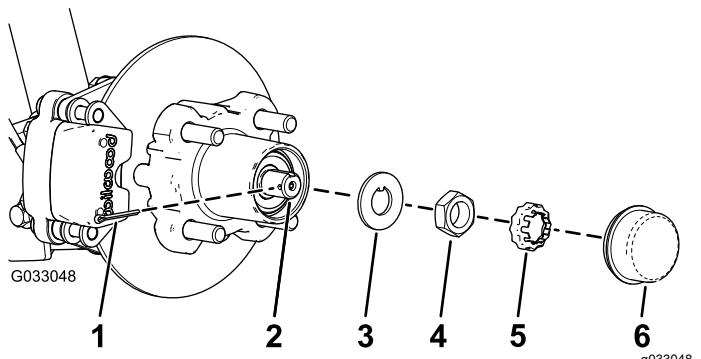
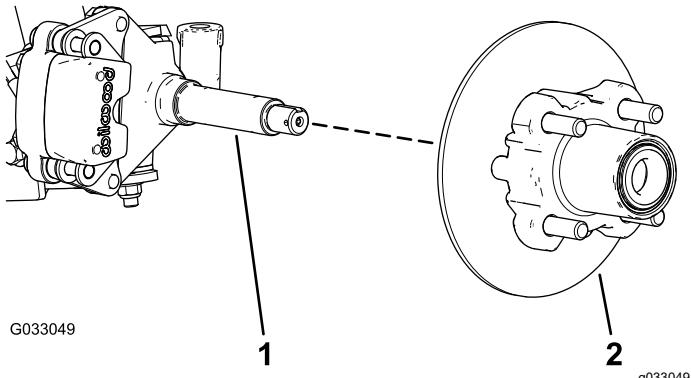

Figura 27
Figura 28
4. Retire o tampão antipoeira do cubo (Figura 27).
5. Retire o contrapino e o retentor da porca do eixo e porca do eixo (Figura 27).
6. Retire a porca do eixo e afaste o conjunto do cubo e o rotor do eixo (Figura 27 e Figura 28).